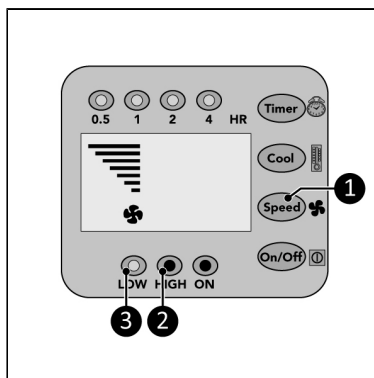

Figure 141.
1. Trykk på hastighetsknappen (Figure 141, pos. 1) gjentatte ganger for å stille inn ønsket hastighet:
- High: høyhastighetsindikatoren (Figure 141, pos. 2) lyser og hastighetsgrafene viser syv streker.
- Low: lavhastighetsindikatoren (Figure 141, pos. 3) lyser og hastighetsgrafene viser fire streker.